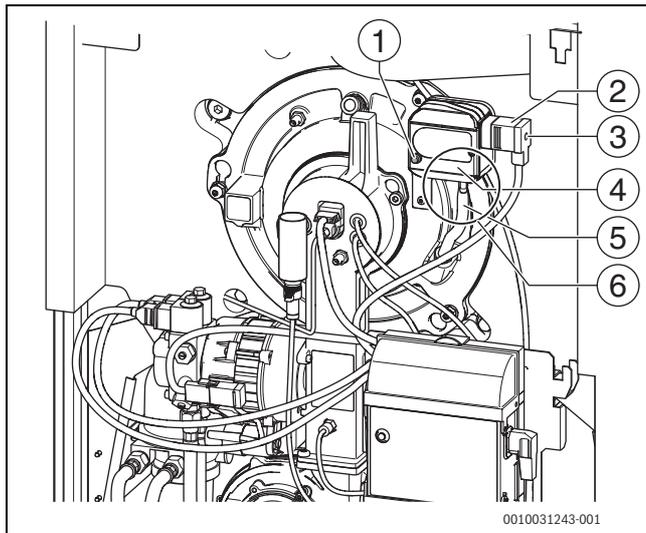

Bild 88 Störung am Druckwächter zurücksetzen
- ▶ Bei Teileaustausch im Reparaturfall auf die korrekte Zuordnung der Messleistungen gemäß Bild 88 und 89 achten!